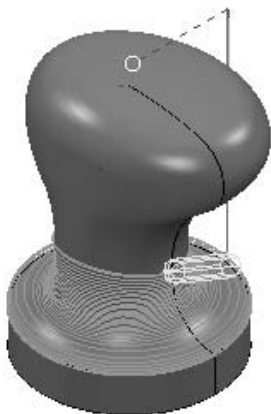

图 2-172 生成的刀具路径
5) 在“点投影精加工”对话框中单击“应用”按钮和“接受”按钮, 确定参数并退出对话框, 生成的刀具路径如图 2-172 所示。